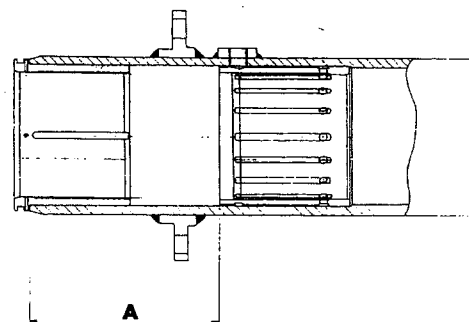

Fig 13-9. Skiss över inre bussningens
9. Vid monteringen måste bussningarna pressas i en i taget. Den inre bussningen skall vändas med smörjspårens öppna ände utåt från vagnens centrumlinje. Bussningen skall monteras enligt fig 13-9. Vid ipressningen används den längre av de två till verktyget hörande skruvarna. Ansatsbrickan anbringas direkt i fjäderröret. Vilken av ansatserna som skall användas är beroende av om bussningar finns eller inte i den ände av fjäderröret där ansatsbrickan skall anbringas.